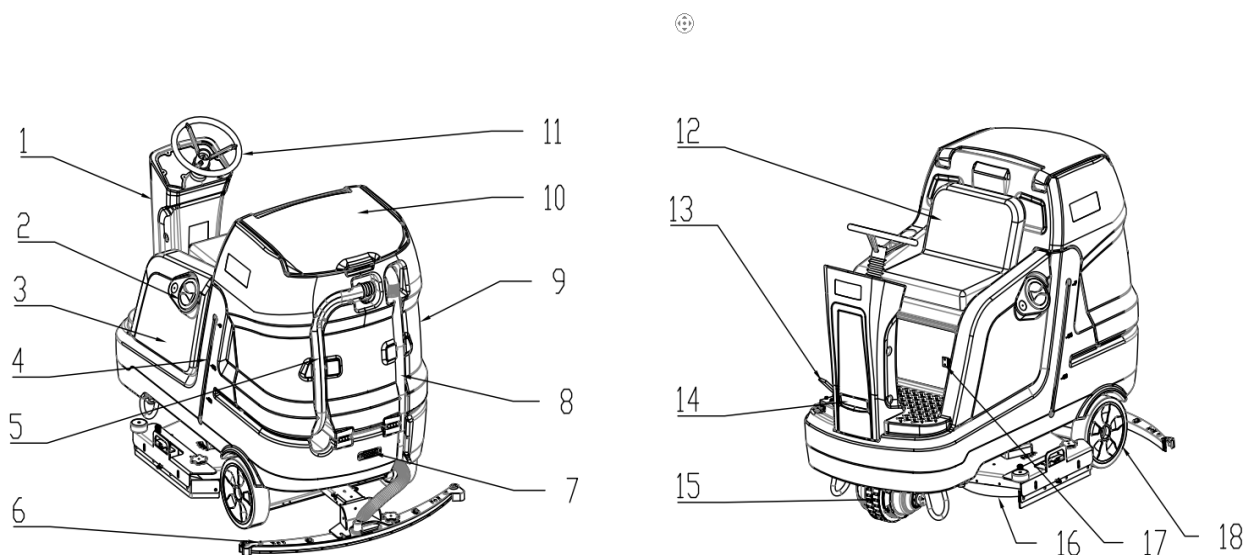

Рисунок 1
1. Откройте крышку бака грязной воды (рис. 1, поз. 10), чтобы проверить отсутствие жидкости в баке (рис. 1, поз. 9). При ее обнаружении слейте воду через сливной шланг (рис. 1, поз. 5).